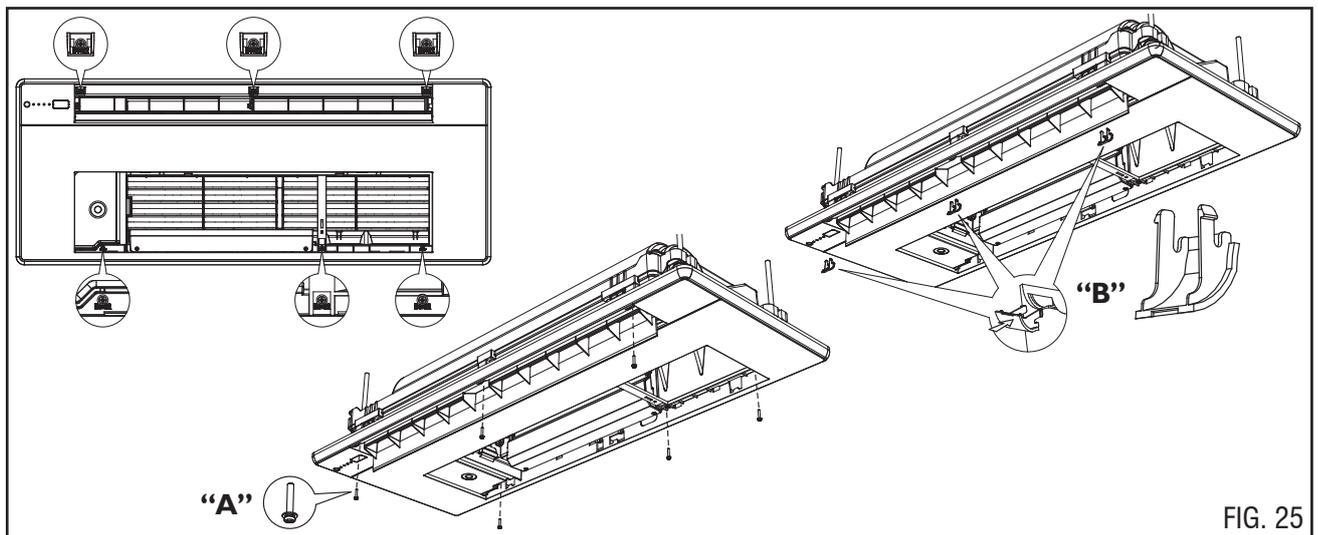

FIG. 25
4. Instale os 6 parafusos da grelha (“A” - Fig. 25) com suas respectivas tampas (“B” - Fig. 25)